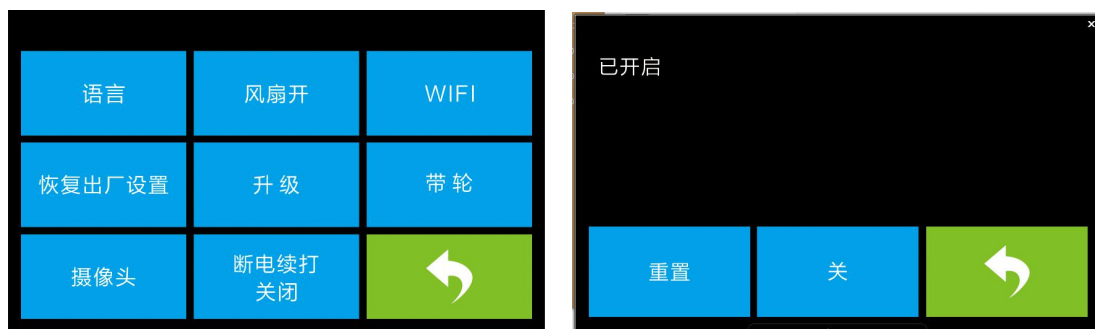

图 7-8
1、点击工具→设置下的摄像头按钮，出现如图 7-8 所示的界面，再点击[开]按钮，打开摄像头信号，开启后可以在屏幕的左上角看到“已开启”的字样